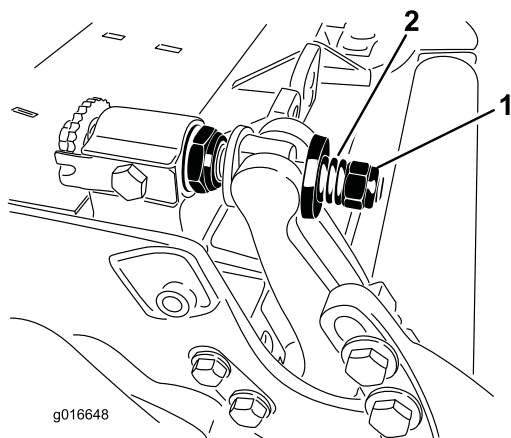

Figura 33
5. Aperte a porca da mola tensora até que a mola fique recolhida; em seguida, desaperte meia volta (Figura 33).
11. Aperte a porca em cada conjunto de ajustador da barra de apoio até que a mola de compressão esteja totalmente comprimida e, em seguida, desaperte a porca 1/2 volta (Figura 33).